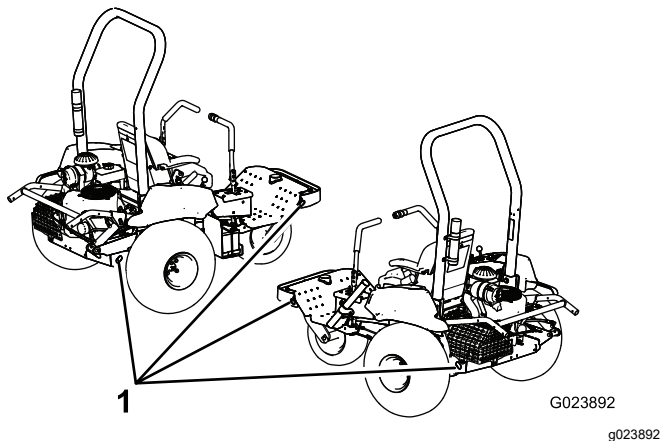

Рисунок 25
5. Используйте точки крепления на машине (Рисунок 25) для надежного крепления машины к транспортирующему автомобилю с помощью соответствующих стропов, цепей, троса или канатов.